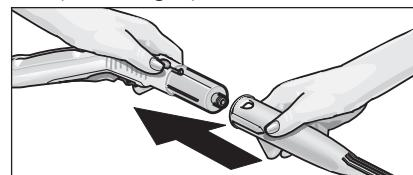

Fig. 2: Innesto dell'accessorio nella pistola vaporizzatrice
- Collegare l'accessorio desiderato (D1,E1, F1) alla pistola vaporizzatrice (C1). A tal fine infilare l'estremità tubolare dell'accessorio nella pistola vaporizzatrice (C1). Spingere poi l'accessorio nella pistola vaporizzatrice finché s'innesta il pulsante di sblocco (C2) della pistola vaporizzatrice (si veda fig. 2).